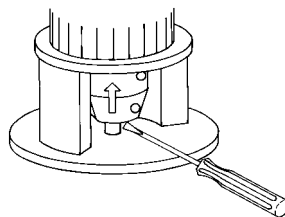

Рис. 10
3. С помощью отвертки приподнимают (в направлении электродвигателя) муфту или вал насоса таким образом, чтобы произошло касание валов насоса и электродвигателя, как показано на рис. 10.